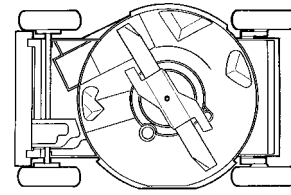

Figure 27
4. Basculez la tondeuse sur le côté gauche (filtre à air vers le haut) (Fig. 27).